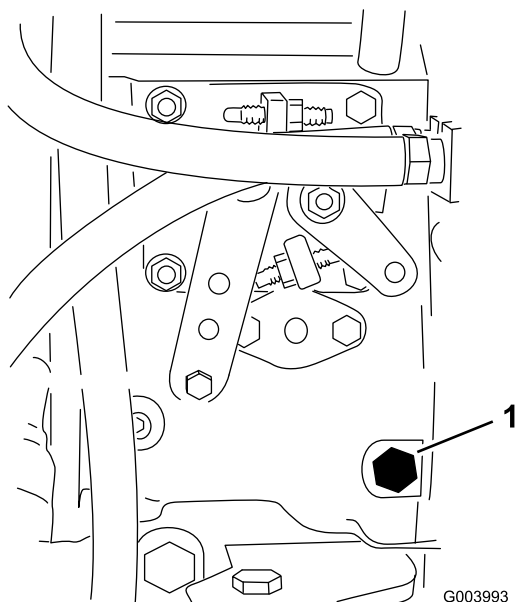

Figura 34
3. Desaperte o parafuso de purga que se encontra na bomba de injeção de combustível (Figura 34) com uma chave de 12 mm.